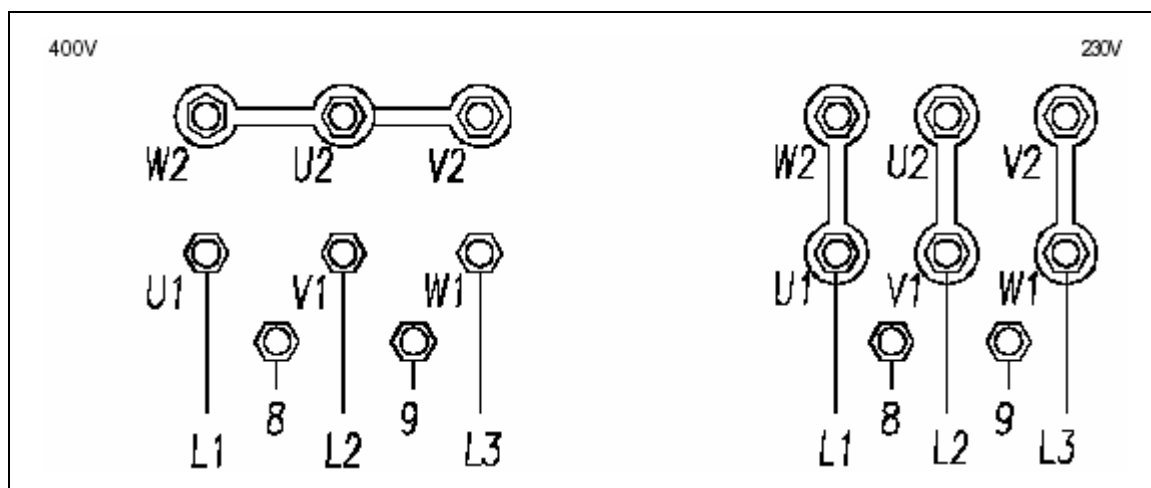

Рис. 44 Подключение электромотора и трансформатора
- Подключение электромотора: откройте клеммную коробку на корпусе мотора и выполните подключения, как показано на Рис. 44, в зависимости от выбранного типа электропитания подъемника.
- Подключение устройства термозащиты (термореле) (поз. 8-9 Рис. 44).